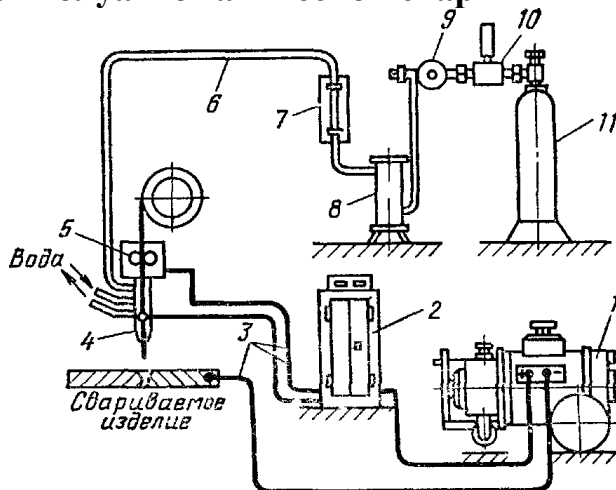

Рисунок 1 - Схема поста для полуавтоматической сварки плавящимся электродом в среде защитного газа
2. Зарисовать схему сварочного поста газовой сварки (см. рисунок 1).